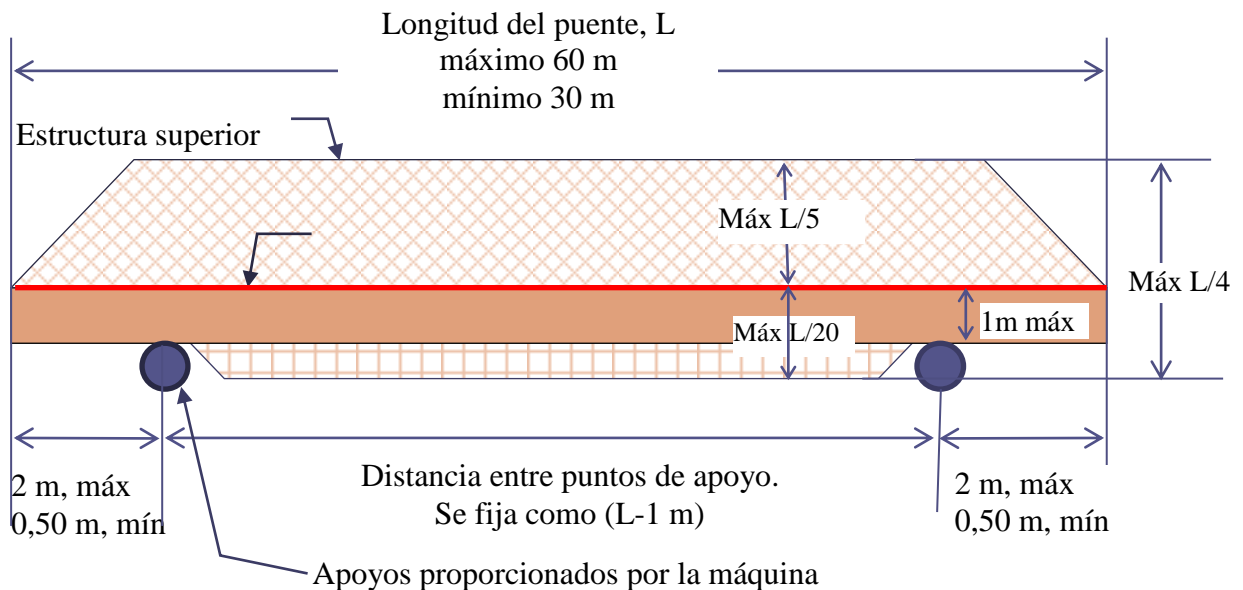

Figura 3. Perfil del puente. Medidas máximas y mínimas.
- Alturas del modelo por encima y por debajo de la carpeta de rodadura según se muestran en la Figura 3.
- **Apoyos proporcionados por la máquina de ensayo:** el modelo del puente solo podrá apoyarse sobre dos varillas de acero de 13 mm de diámetro, proporcionadas por la máquina de ensayo, en cada lado. Estas varillas son móviles y se acomodan de acuerdo con la longitud del puente, de tal manera que se conserve una distancia entre el centro de la varilla y los bordes del puente de máximo 2 m (ver figura 3).